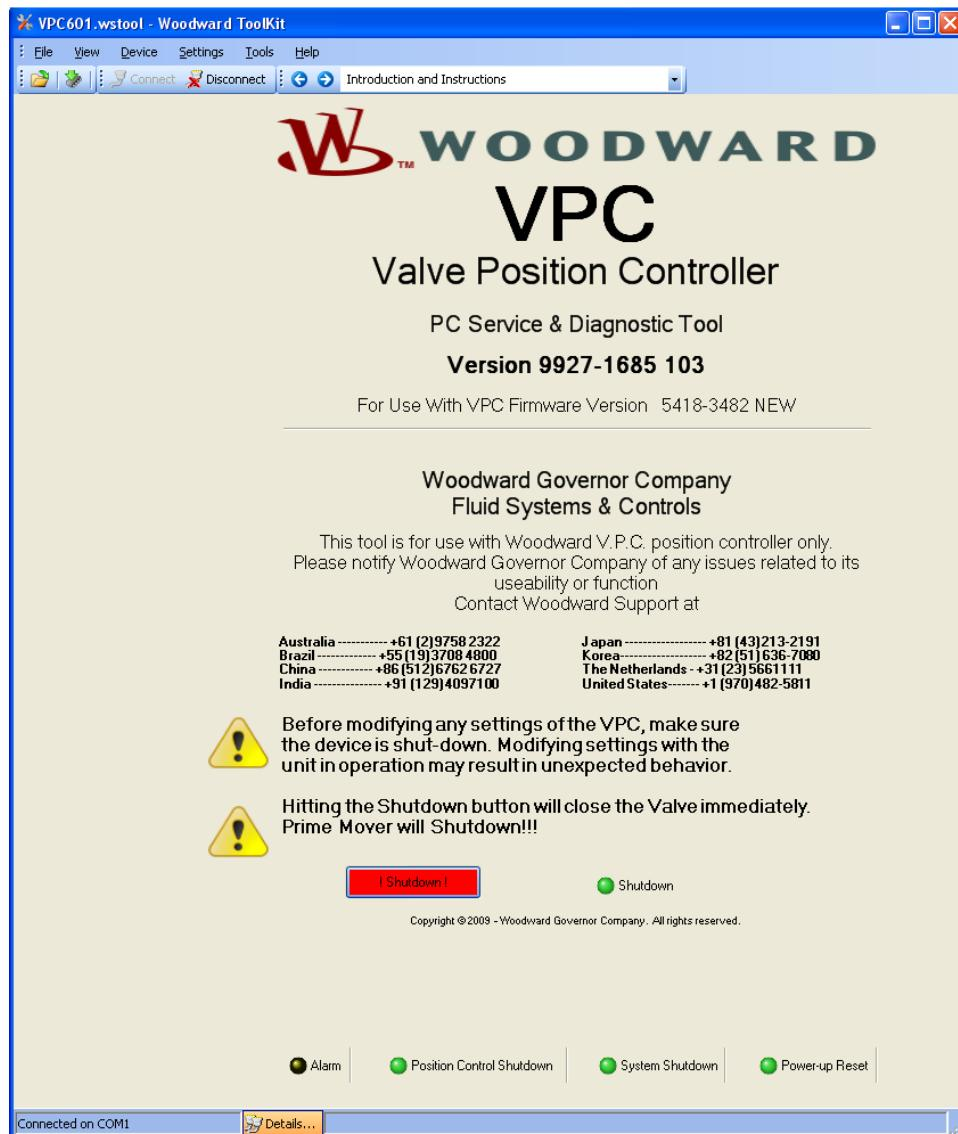

图 4-6. 介绍和说明页面
该VPC服务工具简介页面包含有关工具版本和GS16固件的重要信息。它提供了与Woodward技术支持联系以获得帮助的信息。此页面上还提供了状态LED和“停机”按钮（图4-6）。
**Introduction and Instructions**—显示工具和支持信息的状态（图4-6）。